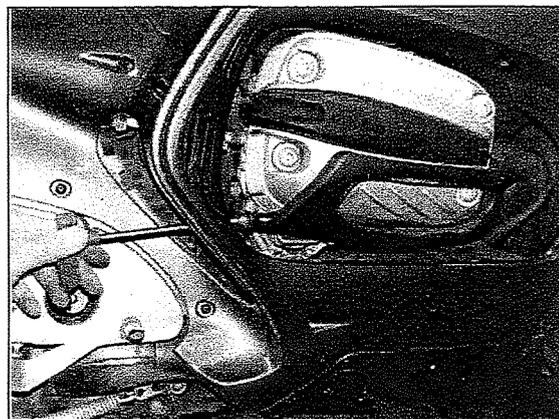

Figure 2
3. Entfernen Sie (falls vorhanden) den originalen BMW Motorschutz auf der linken und rechten Seite (Figure 2)